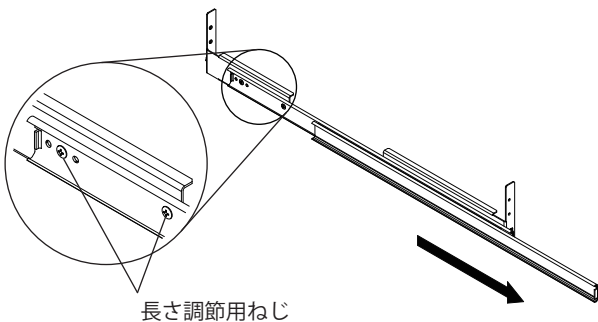

図 4 スライドレール
1. スライドレールの可動部を前へ出し、長さ調整用ねじを緩めてください。(図 4)